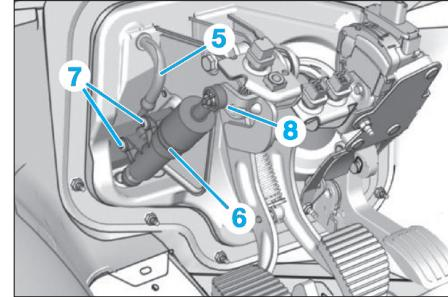

Fig. 7
- Déposer la durit (5) du cylindre émetteur (6) (Fig.7).